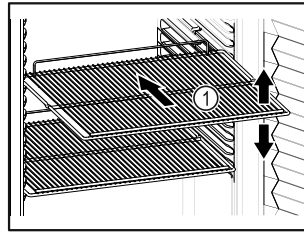

Fig. 50 Ενδεικτική απεικόνιση
- ❑ Εάν οι σχάρες Fig. 50 (1) είναι ρυθμιζόμενες, προσαρμόστε τα ανάλογα με το ύψος.